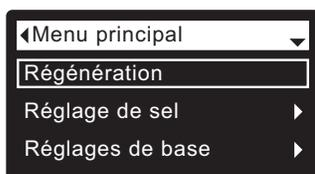
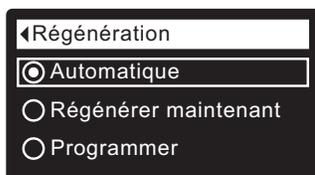
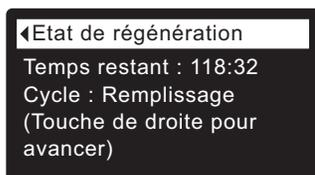

FIG. 40
FIG. 41
FIG. 42
2. Vérifiez que **Régénération** est mis en encadré (cf. Figure 40).
3. Appuyez sur le sélecteur (O) pour afficher le menu de régénération (cf. Figure 41).
4. Si le cercle vis-à-vis de l'option souhaitée a déjà un point (cf. Figure 41), passez à l'étape 5. Sinon, appuyez sur le bouton BAS (▼) ou HAUT (▲) pour passer à l'option souhaitée, puis sur le sélecteur (O) pour confirmer votre choix.
- **Régénérer maintenant** démarre sans délai une régénération si vous appuyez sur le sélecteur (O) à l'étape 5.
5. Appuyez sur le sélecteur (O) : si **Régénérer maintenant** est sélectionné, l'afficheur passe immédiatement à l'écran d'état de la régénération (cf. Figure 42); Si **Automatique** ou **Programmer** est sélectionné, l'afficheur revient au Menu principal (Figure 40).